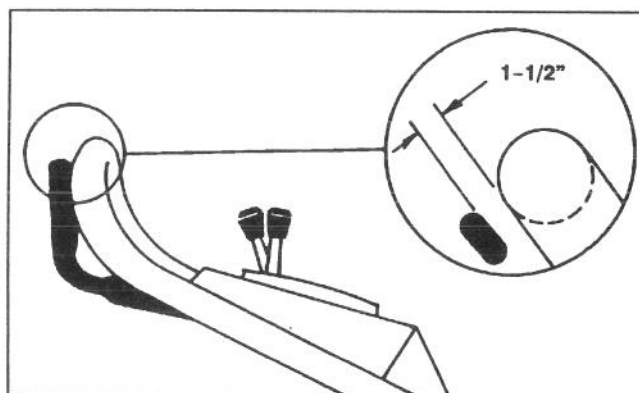

Abb. 24
3. EINSTELLUNG ÜBERPRÜFEN – Die Einstellung ist richtig, wenn der Sicherheitsgriff etwa 4 cm von der Schiebestange (Abb. 24) entfernt ist, und die Räder anfangen, sich frei zu drehen.